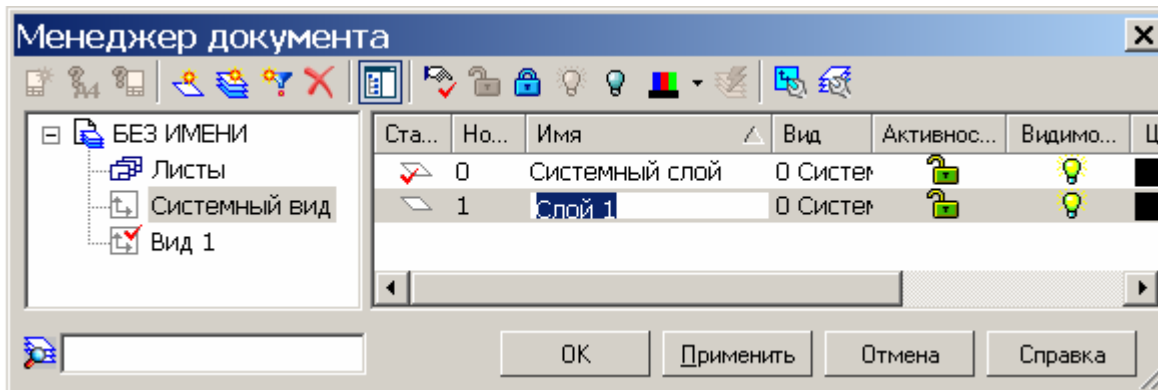

Рисунок 1.4. Менеджер документа. Створення шару
- на панелі інструментів діалогового вікна менеджера документів натисніть на піктограму  «создать слой». В лівій частині вікна з'явиться новий шар – слой 1 (рис.1.4.). Змініть його властивості у відповідності з табл. 1.1;